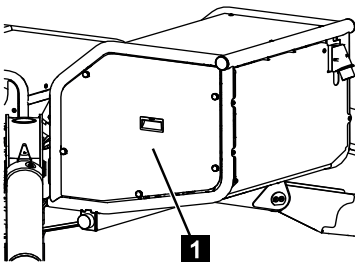

Fig. 188
4. Dévisser le capot (Fig.188/1).